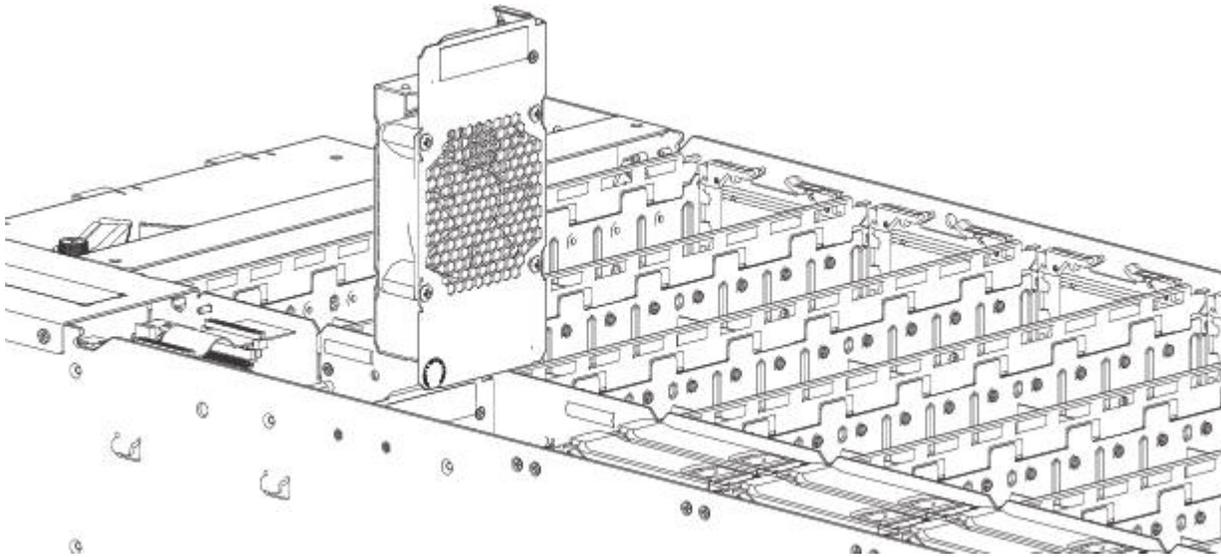

Рисунок 67. Извлечение вентилятора контроллера (2 из 2)
2. Другой рукой возьмитесь за рукоятку на верхней части вентилятора и потяните вверх для его извлечения из разъема, как показано на рисунке рис. 67 на стр. 81.
Перед выполнением данной процедуры рассмотрите рис. 66 на стр. 80 и рис. 67, игнорируя стрелку-указатель, поскольку вам предстоит установить модуль в разъем, а не извлечь.